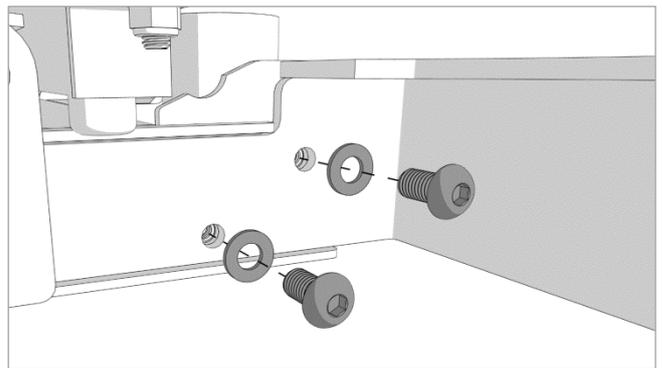

Figure 6.8
8. Alignez les trous du support de RCP de la barrière latérale avec ceux de l'encastrement et replacez les deux boulons ainsi que les rondelles enlevés lors de l'étape 4, comme illustré sur la Figure 6.8.